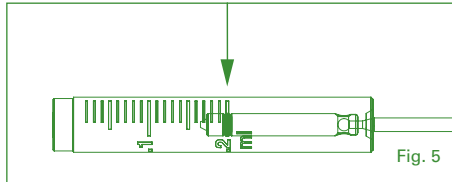

Fig. 5
Volume setting (Fig 5 and 6)
Loosen locking nut (5) and turn socket (4) to center O-ring on desired graduation on models 0.1, 0.2 and 0.3 mL (Fig 5).
Volumeneinstellung (Abb. 5 und 6)
Gegenmutter (5) lösen und Führungshülse drehen, um den O-Ring an der gewünschten Teilung bei den Modellen 0.1, 0.2 und 0.3 mL zu zentrieren (Abb. 5).
Réglage du volume (Fig 5 et 6)
Desserrer le curseur (5) et tourner la douille (4) afin d'aligner le joint du piston sur la graduation désirée, pour les modèles de 0.1, 0.2 et 0.3 mL (Fig 5).